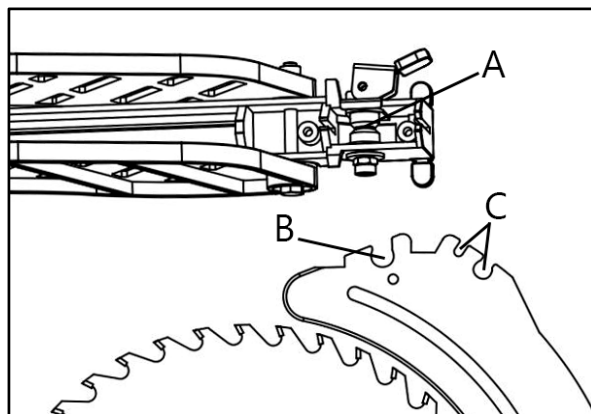

Рисунок 25
- Расположите защитный кожух пильного диска канавкой втулки А (рис. 25) на выемке расклинивающего ножа В. Втулка имеет скошенные края и должна быть расположена в центре выемки, чтобы прочно зафиксироваться.
- Расположите гребенку на расклинивающий нож в выемки С (рис. 25). Пружинный штифт располагают в передней выемке, а болт в задней выемке.